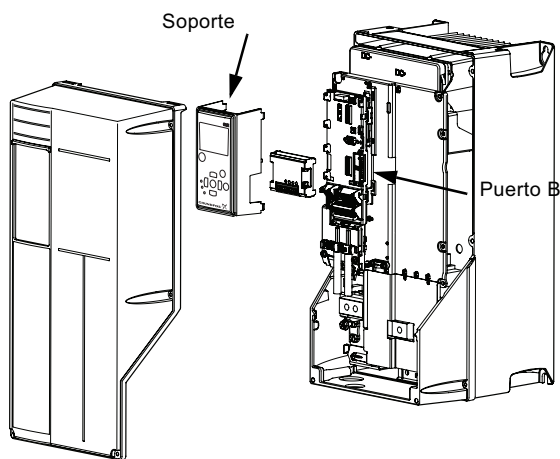

Fig. 4 Carcasas A5, B1, B2, B4, C1, C2, C3, C4, D1 y D2
2. Quitar el panel de control y el soporte del CUE. Ver fig. 4.